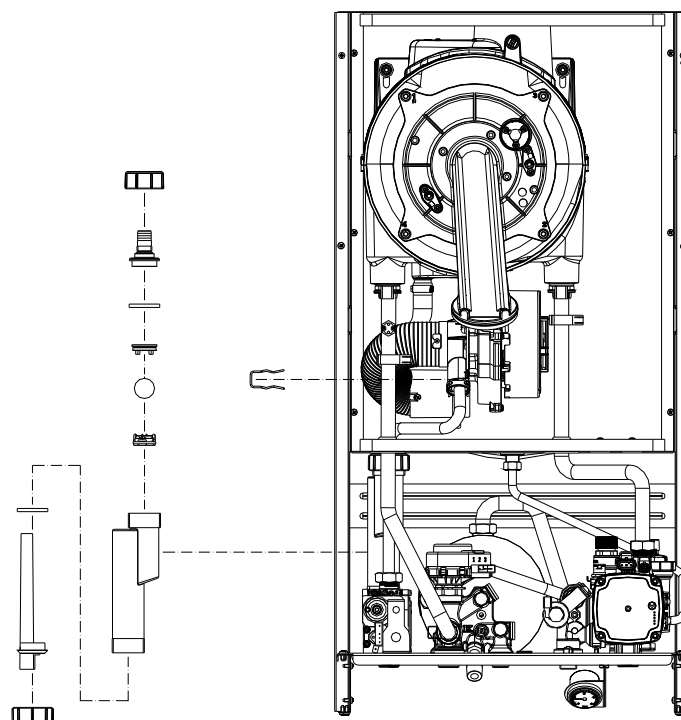

Fig. 36
7.13 PULIZIA E SOSTITUZIONE RACCOGLI CONDENSA (Fig. 36)